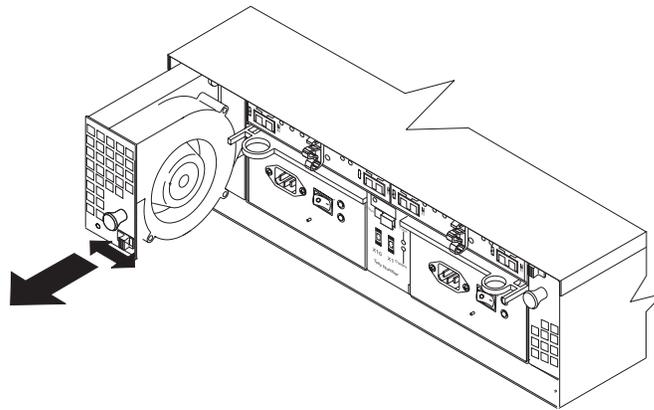

Figura 9. Removendo uma CRU do Ventilador
2. Segure a alça e puxe a unidade de ventiladores para fora do documento conforme mostrado na Figura 9.